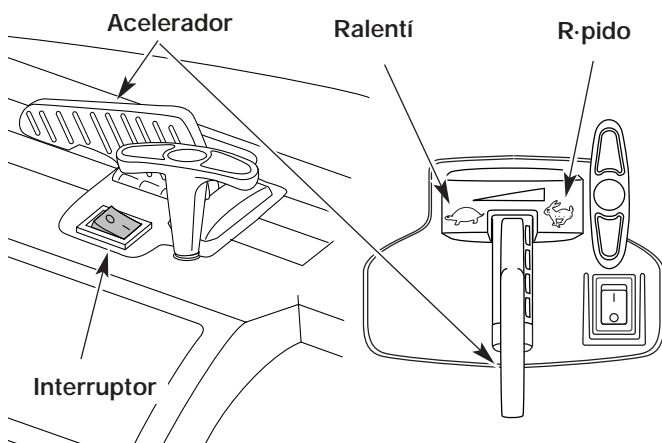
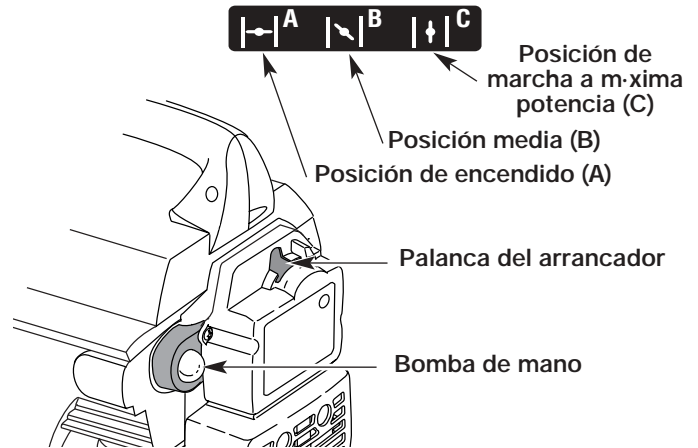

Fig. 10
Fig. 11
**OBSERVACIÓN:** El interruptor de encendido es un interruptor transitorio y siempre está en la posición de ENCENDIDO (ON) (I) (Fig. 10).
3. Presione y suelte la bomba de cebado 10 veces, lentamente y completamente. Debe verse el combustible que llega a la bomba (Fig. 11). Si no se observa combustible en la bomba, presione tres veces más o hasta que el combustible llegue a la misma.
4. Coloque la palanca del arrancador en posición de encendido (A) (Fig. 11).
5. Con el aparato en el suelo, pase la palanca del arrancador en posición rápida (R) (Fig. 10).
7. Coloque la palanca del arrancador en posición media (B) (Fig. 11).
**OBSERVACIÓN:** El aparato no funcionará en posición de puesta en marcha (A).
10. Deje que el motor se caliente durante 5 a 10 segundos. Coloque la palanca del arrancador en posición de marcha a máxima potencia (C) (Fig. 11).
**OBSERVACIÓN:** Si el motor se ahoga al intentar ponerlo en marcha, ponga la palanca del arrancador en posición de marcha a máxima potencia (C). Ponga el acelerador en posición de marcha rápida (R) (Fig. 10). Tire de la cuerda del lanzador con energía. El motor debe ponerse en marcha después de 3 (tres) a 8 (ocho) tentativas.
**OBSERVACIÓN:** Cuando el motor está caliente, no es necesario usar el arrancador. Coloque la palanca del regulador en la posición de rápido (R) (Fig. 10) y arranque la unidad con la palanca del obturador en la posición de PARCIAL (B) (Fig. 11).
1. Coloque el acelerador en posición de ralentí (R) (Fig. 10). Deje que el motor se enfríe funcionando en ralentí.
2. Oprima y sostenga el interruptor de encendido hacia abajo en la posición de APAGADO (STOP) [O] hasta que el motor se apague por completo (Fig. 10).
1. Coloque el interruptor en posición de PARADA [O] (Fig. 10) y espere que el rotor se detenga completamente.